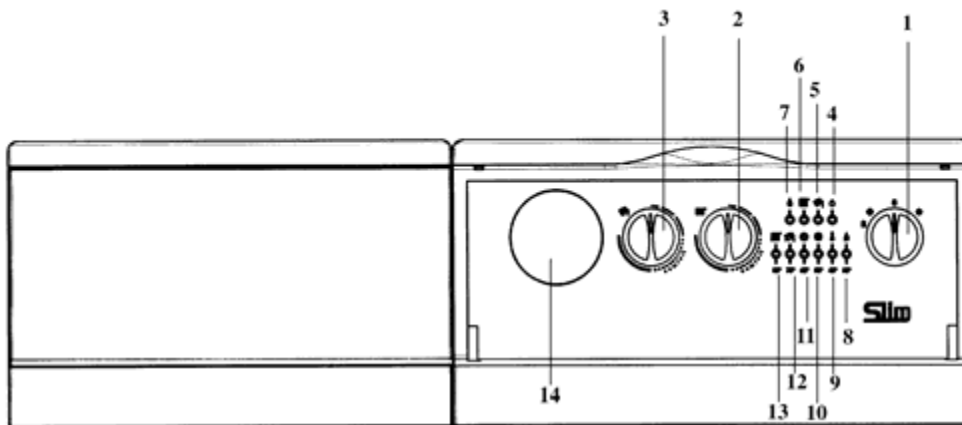

Рис. 1: Панель управління котла
- встановити перемикач режимів «літо -зима» (Рис. 1, позиція 1) у потрібний режим;
- встановити регулятор температури води в системі опалювання (рис.1, позиція 2) на потрібне значення;
- встановити регулятор температури води в бойлері (рис.1, позиція 3) на потрібне значення;
Для більш економної та простої роботи котла рекомендується встановити регулятор в положення «COMFORT». Якщо перемикач режимів «літо-зима» встановлений в положення «зима», то при досягненні заданої температури води у бойлері котел автоматично перемикається на роботу в системі опалювання (пріоритет ГВП). Режим роботи в системі ГВП може бути виключений шляхом установки регулятора температури води в бойлері (рис.1 позиція 3) на мінімальне значення, необхідне для захисту бойлера від замерзання.
Якщо перемикач режимів «літо-зима» встановлений в положення «зима», то при досягненні заданої температури води в бойлері котел автоматично перемикається на роботу в системі опалювання (пріоритет ГВП). Режим роботи в системі ГВП можна виключити, встановивши ручку (рис.1, позиція 3) в положення мінімуму, що відповідає роботі бойлера в режимі «антизаморожування».
Важлива інформація: при перемикачі режимів «літо - зима» (Рис. 1, позиція 1), встановленому в положенні «зима» ❄️, перед кожним черговим включенням котла по сигналу регулятора системи опалювання встановлена затримка на декілька хвилин (для того, щоб уникнути частих включень/виключень). Для того, щоб пальник включився відразу, переведіть перемикач в положення (0), а потім знову встановіть режим «зима».
- встановити перемикач режимів літо-зима (рис.1, позиція 1), в положення «літо»;
- встановити регулятор температури води в бойлері (рис.1, позиція 3) на потрібне значення.
Увага! При першому включенні всередині труби подачі газу можуть утворитися повітряні пробки. У таких випадках палик не включатиметься і відбудеться блокування котла по газу (спалахує червона лампочка блокування котла - Рис. 1, позиція 8). При виникненні даної проблеми повторіть процес включення котла до надходження газу в палик, короткочасно встановивши перед включенням перемикач режимів (Рис. 1, позиція 1) в положення **R** (скидання).
Даний пристрій може бути забезпечений кімнатним термостатом для контролю температури опалювального приміщення. В цьому випадку регулятор температури води в системі опалювання (рис.1, поз. 2) встановлюється в максимальне положення, а сигнали на включення і виключення котла поступають від кімнатного термостата.
За відсутності кімнатного термостата температура приміщення регулюється непрямым чином за допомогою регулятора температури води в системі опалювання (рис.1, поз. 2); за таких умов насос системи опалювання працює постійно. Для збільшення температури повернути регулятор за годинниковою стрілкою, для зменшення - проти годинникової стрілки.
- Встановити перемикач режимів (Рис. 1, поз. 1) в положення «літо» ☀. В цьому випадку котел працюватиме тільки на контур ГВП.
- Встановити перемикач режимів (Рис. 1, поз. 1) в положення (0), прослідкувавши, щоб лампочка-індикатор (Рис. 1, позиція 2) згасла; таким чином припиняється подача електрики на котел.
Регулятор температури води в бойлері (Рис. 1, поз. 3) може використовуватися тільки за наявності накопичувального бойлера. В цьому випадку можливо відрегулювати температуру води контуру ГВП, встановивши регулятор на потрібне значення.
Пріоритет ГВП можна відключити встановивши регулятор (Рис. 1, поз. 3) на мінімальне значення відповідно до функції захисту від замерзання води в бойлері.
- перемикач режимів (рис.1, позиція 1) не встановлений в положення (0);
Якщо Ви не хочете нагрівати воду в бойлері, переведіть регулятор температури гарячої води (рис.1, позиція 3) на мінімальне значення (0); електронна система управління простежить за тим, щоб температура не опускалася нижче 5°C.